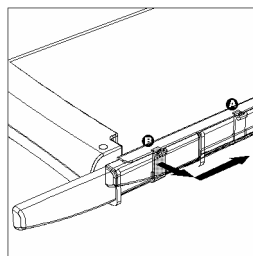

Figura 3
- 6 Per bloccare di nuovo alla fine dell'operazione le leve di taglio, premere la leva interamente in basso, portare il dispositivo di fermo a destra in posizione B spingendola quindi indietro in posizione A (figura 3).